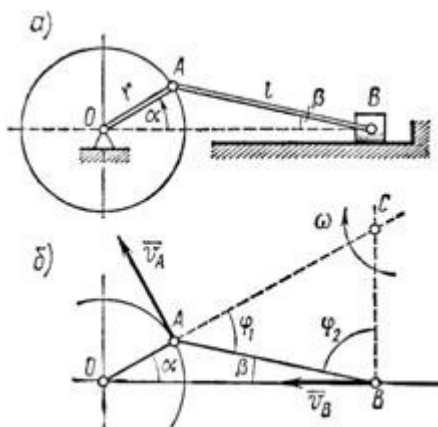

Рисунок 23
4. Кривошип  $OA = r = 40$  см кривошипно-шатунного механизма (рис. 23, а) вращается с угловой скоростью  $\omega = 25$  рад/с. Длина шатуна, приводящего ползун В в возвратно-поступательное движение вдоль горизонтальных направляющих, равна  $AB = l = 100$  см. Определить скорость ползуна В в тот момент, когда кривошип  $OA$  образует с горизонталью угол  $\alpha = 30^\circ$ .